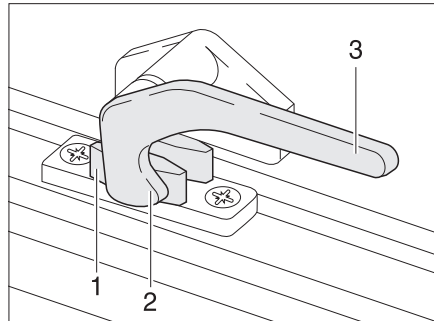
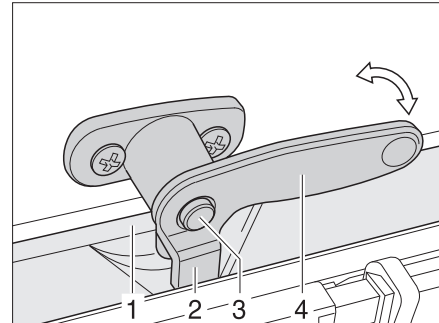

Bild 68 Verriegelungshebel in Stellung "geschlossen"
Bild 69 Verriegelungshebel mit Sicherungsknopf in Stellung "geschlossen"
- Falls vorhanden, den Sicherungsknopf (Bild 69,3) drücken und gedrückt halten.
- Den Verriegelungshebel (Bild 68,3 bzw. Bild 69,4) eine viertel Umdrehung zur Fenstermitte hin drehen.
- Den Verriegelungshebel (Bild 68,3 bzw. Bild 69,4) eine viertel Umdrehung zum Fensterrahmen hin drehen. Die Verriegelungsnase (Bild 68,2 bzw. Bild 69,2) liegt auf der Innenseite der Fensterverriegelung (Bild 68,1 bzw. Bild 69,1).
- in Stellung "fest verschlossen" (Bild 68)